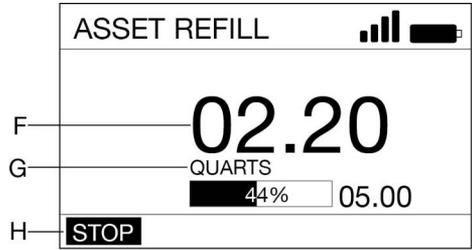

Fig. 30
- Tirer sur la gâchette pour distribuer le fluide. L'écran affiche la quantité distribuée (F) (Fig. 30).